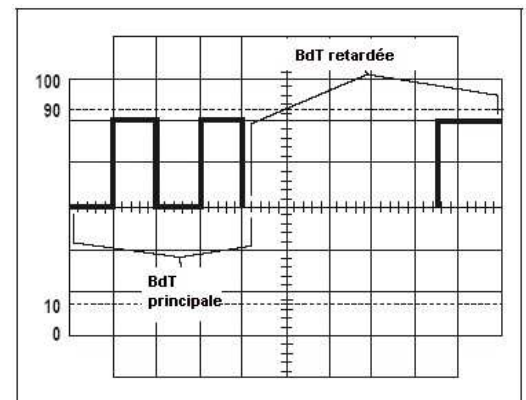

Figure 4. Affichage mixte (MIX)
BALAYAGE RETARDÉ (voir Figure 4)
2. Placez l'interrupteur **Sweep Mode** en position **MIX**. Vous voyez alors apparaître le balayage principal dans la partie de gauche (paramétrage du contrôle **MAIN Time Base**) et le balayage retardé dans la partie de droite (paramétrage du contrôle **DELAY Time Base**). La partie **MAIN Time Base** de la trace est généralement plus lumineuse que celle de la base de temps retardée. La figure 4 illustre le mode d'affichage mixte (**MIX**).